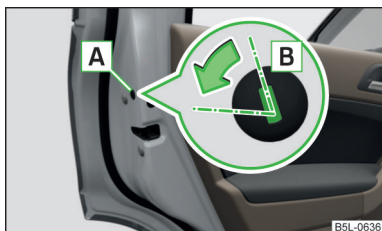

Fig. 187
- Remove the panel **A** » Fig. 187.